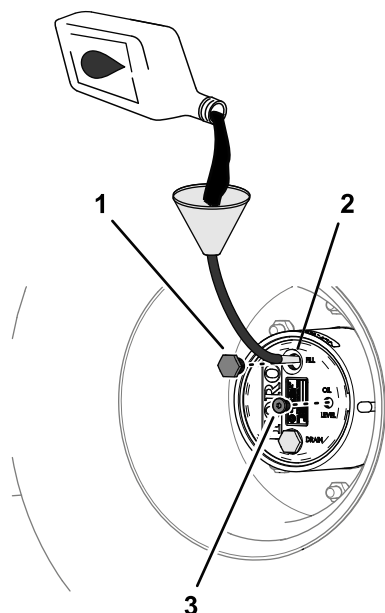

Figure 89
4. Si le niveau d'huile est trop bas, enlevez le bouchon de remplissage et ajoutez l'huile spécifiée jusqu'à ce qu'elle ressorte par le trou du bouchon de contrôle (Figure 89); voir Spécifications de l'huile du train planétaire \(page 72\).
6. Remettez en place les bouchons de remplissage et de contrôle (Figure 89).
- Versez lentement le lubrifiant pour engrenages spécifié par l'orifice du bouchon de remplissage; voir Figure 89 sous Contrôle du niveau de lubrifiant du train planétaire \(page 72\).
- Remettez en place les bouchons de remplissage et de contrôle; voir Figure 89 sous Contrôle du niveau de lubrifiant du train planétaire \(page 72\).